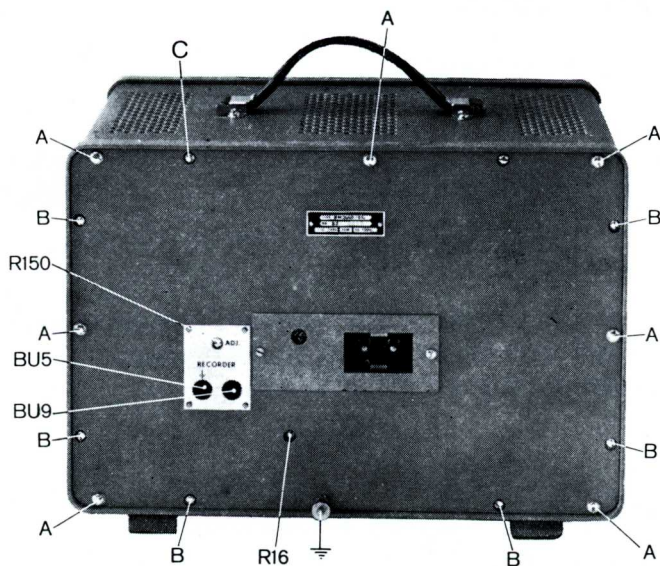

Fig. 6.
Op de achterzijde van het apparaat bevinden zich twee bussen die bestemd zijn voor de aansluiting van een registreerapparaat (fig. 6), b.v. PR 2210 A.
De spanning op deze bussen kan bij volle wijzeruitslag van het instrument worden ingesteld op 100 mV door middel van potentio-meter R150 (fig. 6). Deze spanning heeft dezelfde polariteit als de ingangsspanning.
De achterplaat kan worden afgenomen nadat de 7 schroeven „A” (fig. 6) en de aardklem zijn verwijderd.
- Schuif de plaat iets naar voren en licht deze uit het frame (fig. 6).